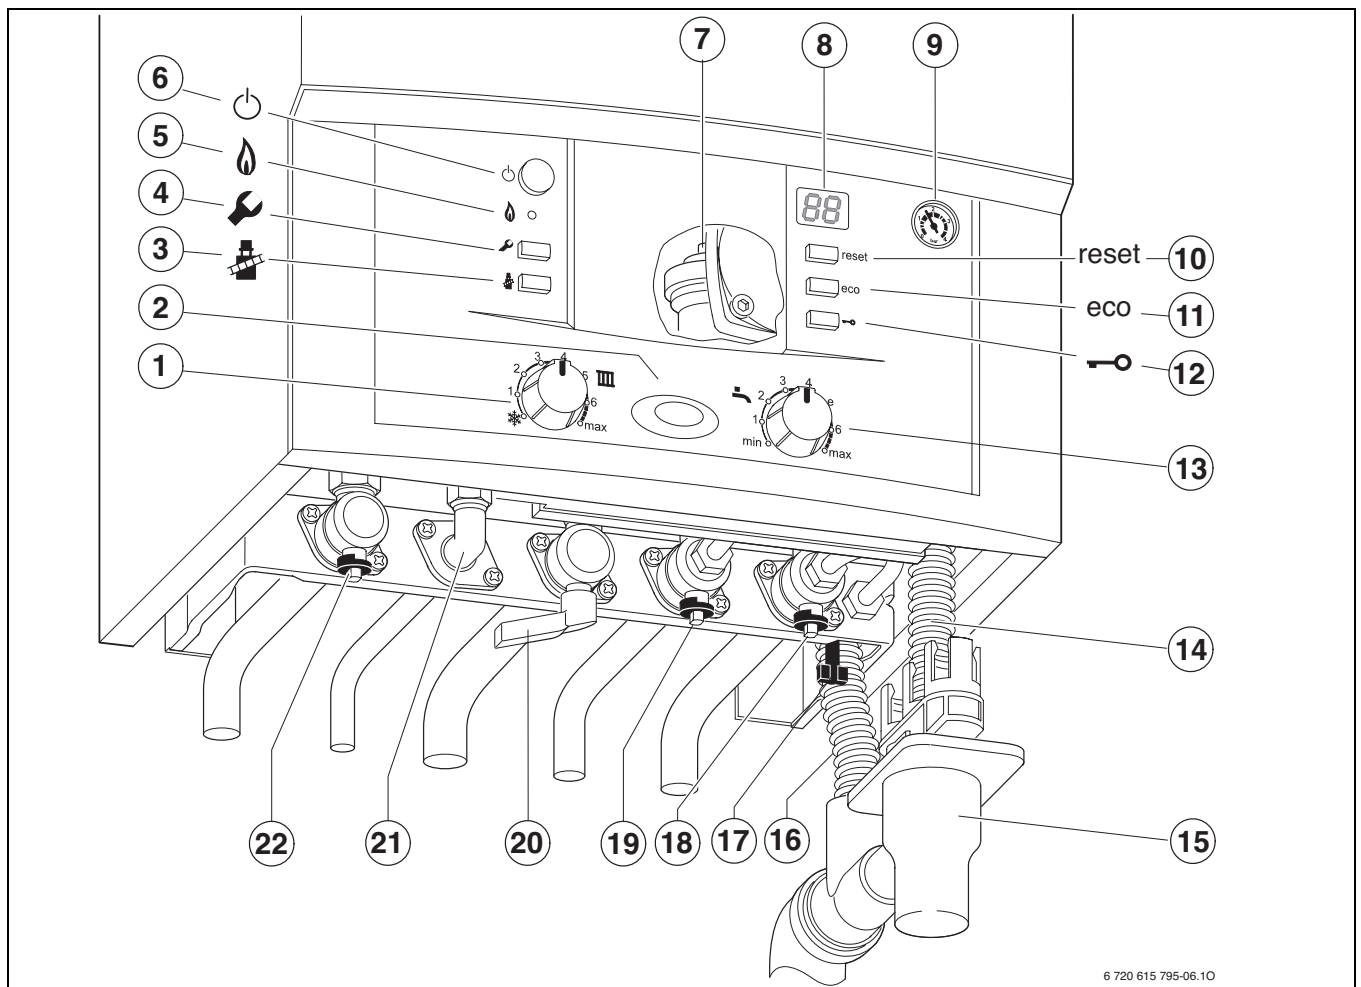

Fig. 29
- ▶ Ouvrir le robinet d'eau froide (→ fig 29, [19]).
- ▶ Ouvrir le robinet de départ du chauffage et le robinet de retour du chauffage (→ fig 29, [18] et [22]), remplir l'installation de chauffage à une pression comprise entre 1 et 2 bars et fermer le robinet de remplissage.
- ▶ Ouvrir le robinet de gaz (→ fig 29, [20]).
- ▶ Ouvrir le purgeur automatique (→fig. 29, [7], page 29).